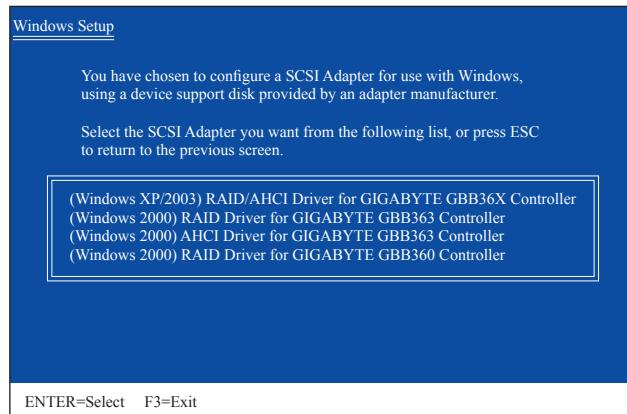

图3
- 2：进入光盘中的“BootDrv”文件夹，双击“Menu.exe”文件(图3)后会出现“命令提示符”画面，内含如图4所示的控制器菜单。
放入存有SATA RAID/AHCI驱动程序的磁盘并按下<S>键。当如图3所示的画面出现时，请选择“(Windows XP/2003) RAID/AHCI Driver for GIGABYTE GBB36X Controller”，然后按<Enter>键，系统会从磁盘中下载SATA驱动程序。